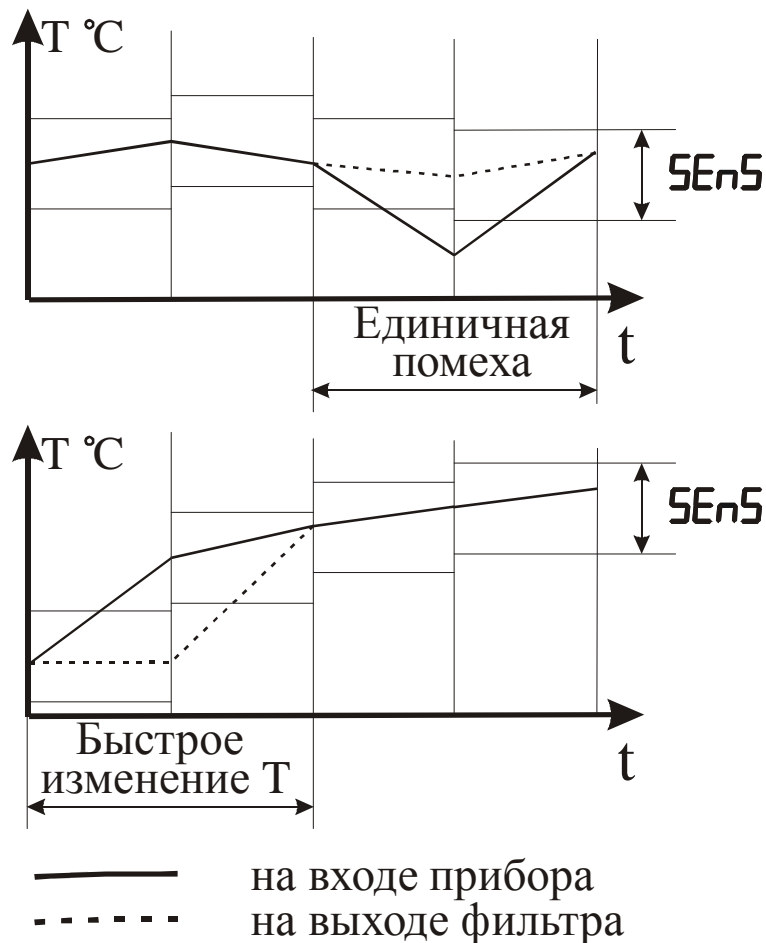

Рисунок 3.8 – Работа фильтра при воздействии случайной помехи и быстром изменении сигнала
3.3.3.7 С целью уменьшения влияния случайных импульсных помех на показания в прибор введена цифровая фильтрация. Работа фильтра описывается параметром “Полоса фильтра”. Если текущее значение температуры отличается от результатов предыдущего измерения на значение, которое превышает указанное в параметре “Полоса фильтра”, то проводится повторное измерение температуры, а на индикаторе остается старое значение (см. рисунок 3.8).